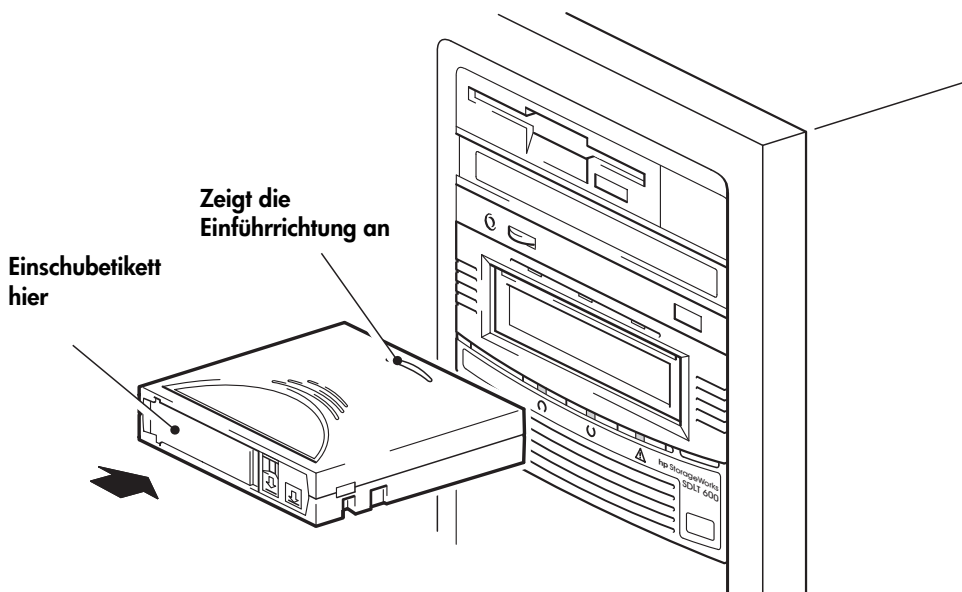

Abbildung 9a: Einlegen einer Kassette
- 1 Legen Sie die Kassette in den Einschub auf der Vorderseite des Laufwerks so ein, dass die Markierungen nach oben und zur Laufwerksöffnung zeigen. Drücken Sie vorsichtig auf die Rückseite der Kassette, bis die Kassette vom Laufwerk aufgenommen wird. (Siehe Abbildung 9a.)